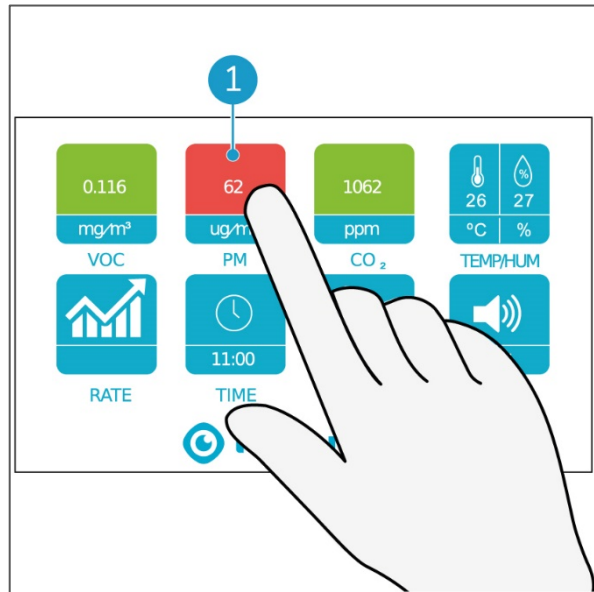

Figura 12
1. Toque no botão PM (Figura 12, pos. 1) com o dedo.